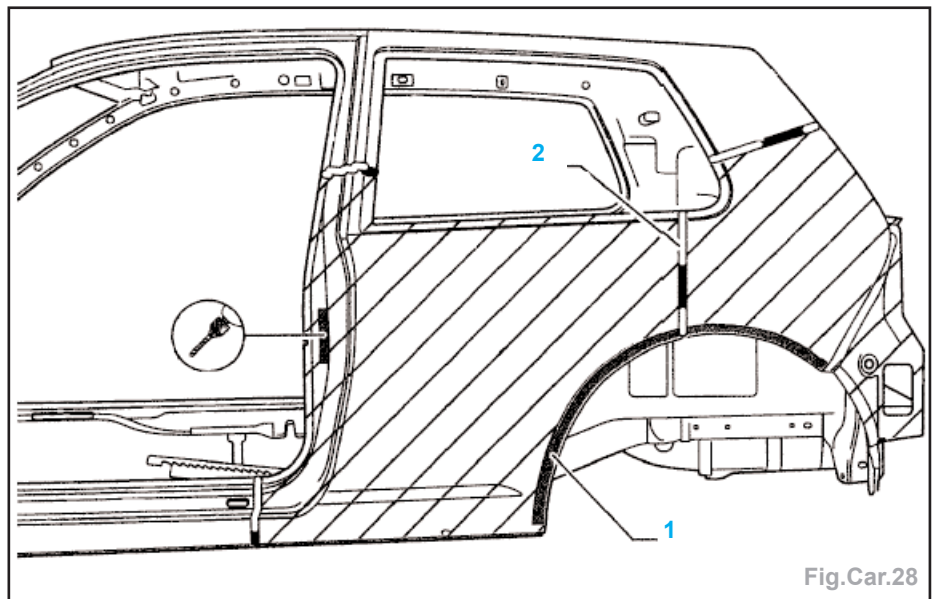

Fig.Car.28
- 1 - Zone collée (Fig.Car.28).
- 2 - Ligne de coupe pour remplacement partiel (Fig.Car.28).
- un remplacement partiel est possible avec la ligne de coupe indiquée (2),